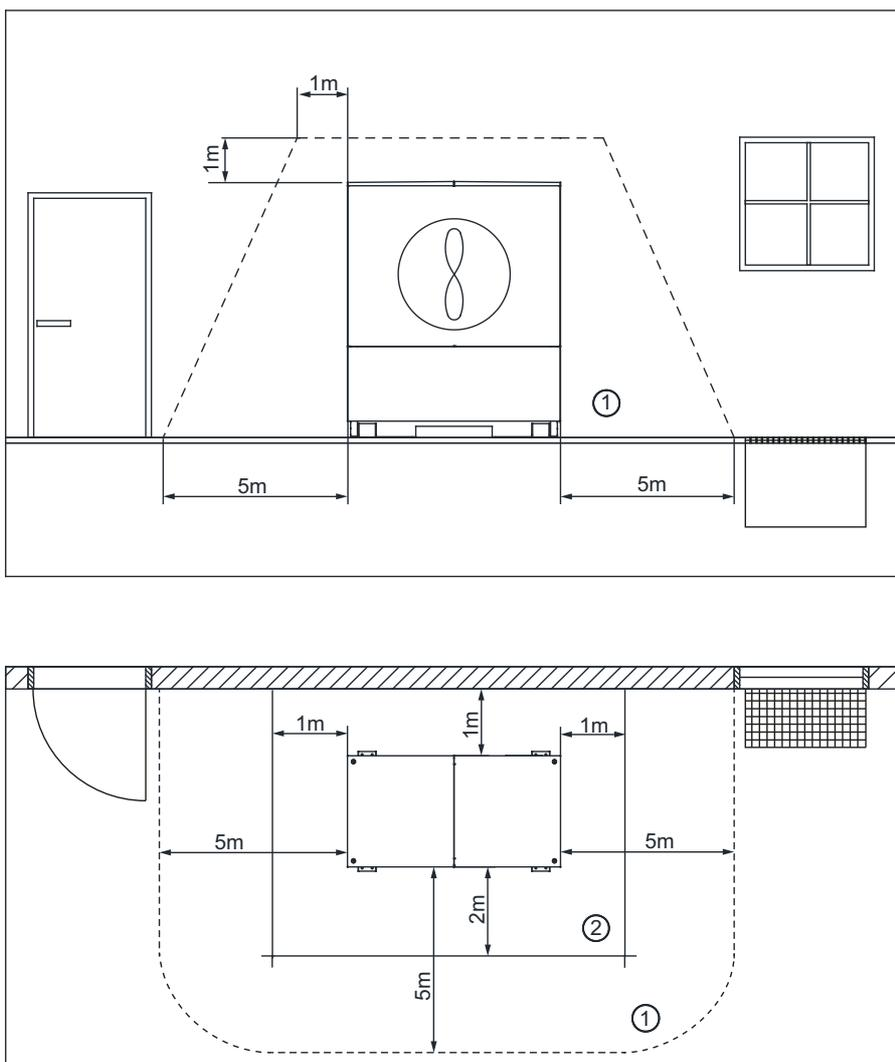
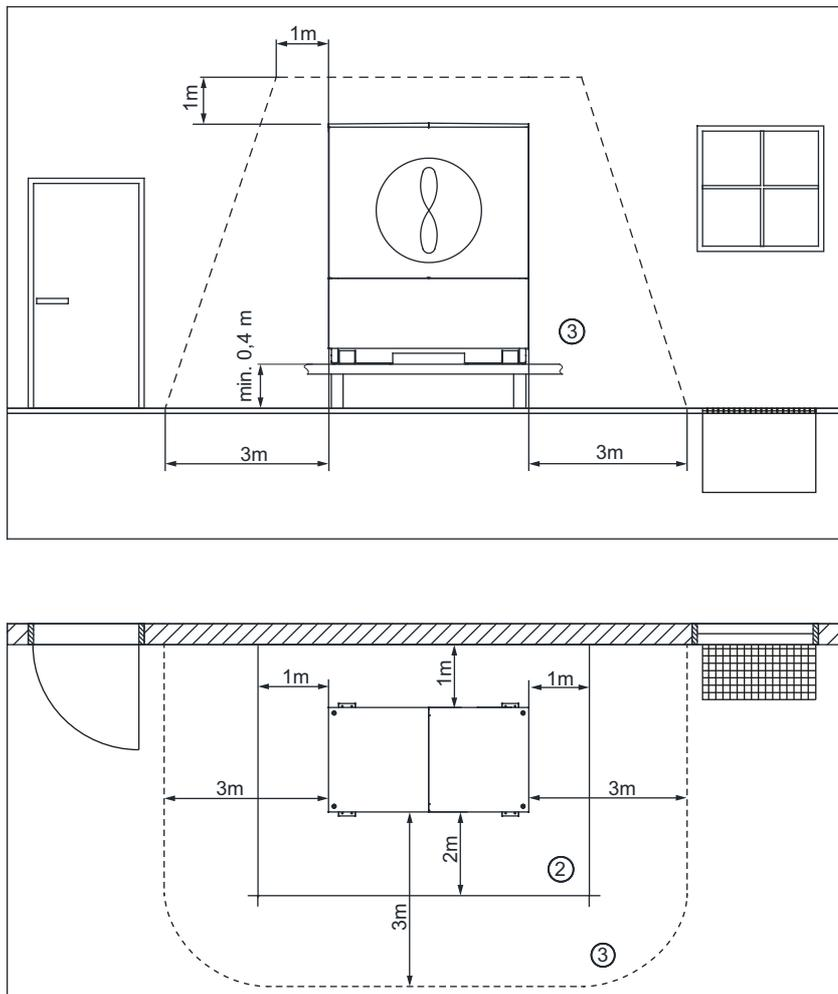

Fig. 6.1: Périmètre de sécurité et périmètre de maintenance de la pompe à chaleur
Fig. 6.2: Périmètre de sécurité et périmètre de maintenance de la pompe à chaleur en cas de montage sur un socle
Un périmètre déterminé ②, voir Fig. 6.1 - page 8 et Fig. 6.2 - page 9, et respectant les distances représentées doit être maintenu dégagé pour la réalisation de travaux de maintenance. En cas d'installation de plusieurs pompes à chaleur, respecter les distances nécessaires à la maintenance ② entre les appareils.
Un **périmètre de sécurité** ① de 5 mètres autour de l'appareil doit être respecté (Fig. 6.1 - page 8). Aucune source d'inflammation ni fenêtre, porte, bouche d'aération, saut de loup,
(Fig. 6.2 - page 9). Le socle doit être conçu de manière à ce qu'un flux d'air puisse circuler sous le socle dans toutes les directions.